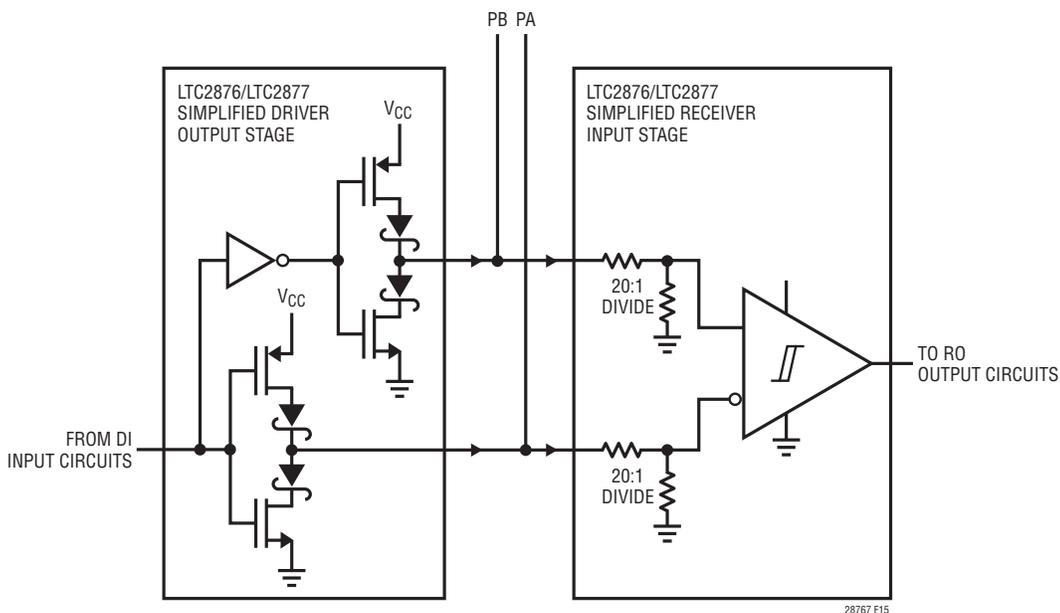
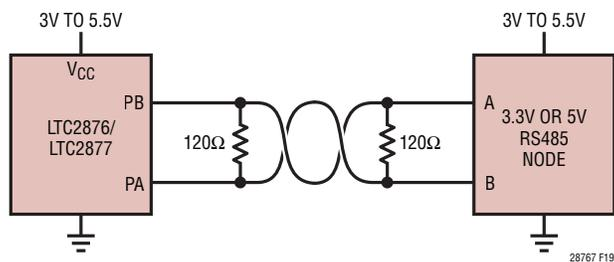

図15. 正と負の大電圧を許容するPA/PBピンでの内部回路構造
図 20. LTC2876/LTC2877 の最小 3V での動作は他の RS485 デバイスと互換性があるが、出力信号の振幅は小さくなる
しています。このテクノロジー特有の高いブレイクダウン電圧により、電源オフおよび高インピーダンス状態における保護が可能になります。ドライバとレシーバの入力が電源電圧より高い電圧とグランドより低い電圧を許容しつつ、過剰なデバイス電流が流れない仕組みを図15に詳しく示します。図に示すように、ドライバ出力は、逆方向接続のダイオードにより、V_{CC}より高い逆駆動電圧またはグランドより低い逆駆動電圧から保護されます。レシーバ入力には、正と負の大電圧に耐えられる抵抗分割器を使用しています。LTC2876/LTC2877は、GNDまたはV_{CC}との接続が切断された場合でも、±60Vのバス・フォルトから保護されます。
3.3V 電源の LTC2876/LTC2877 デバイスは、図 20 に示すように、5V 電源で動作する同じネットワーク上の他の RS485 トランシーバと混在させることができます。図 15 に示すように、LTC2876/LTC2877 の設計は過電圧耐性があるので、5V ノードの高電圧が 3.3V ノードをオーバードライブしても問題はありません。